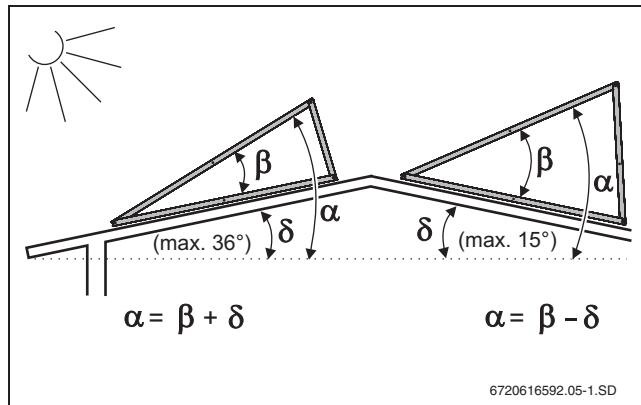

Рис. 8 Угол установки на наклонных крышиах
- ▶ Устанавливайте комплект только на крышах с наклоном 0 - 36 ° (или 0 - 15 °, рис. 8).